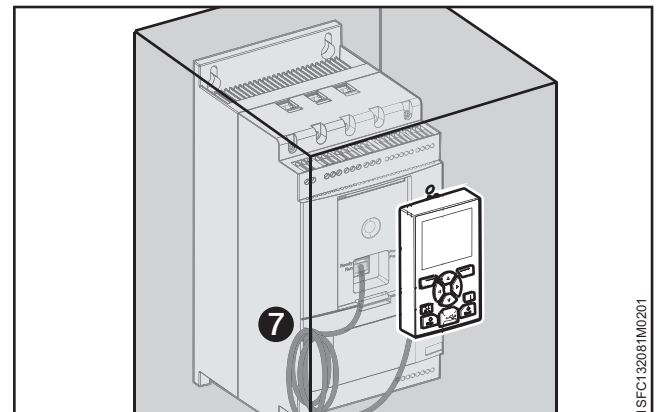

Abbildung 4.12
5. Stellen Sie sicher, dass das Netzwerkkabel ordnungsgemäß mit den beiden Anschlüssen verbunden ist. Verhindern Sie, dass das übrige Kabel in die Tür eingeklemmt wird. Siehe **7** in **Abbildung 4.12**. Schließen Sie die Tür des Schaltschranks und stellen Sie den Schalter für die Betriebsspannung auf EIN. Stellen Sie sicher, dass das externe Display funktioniert.